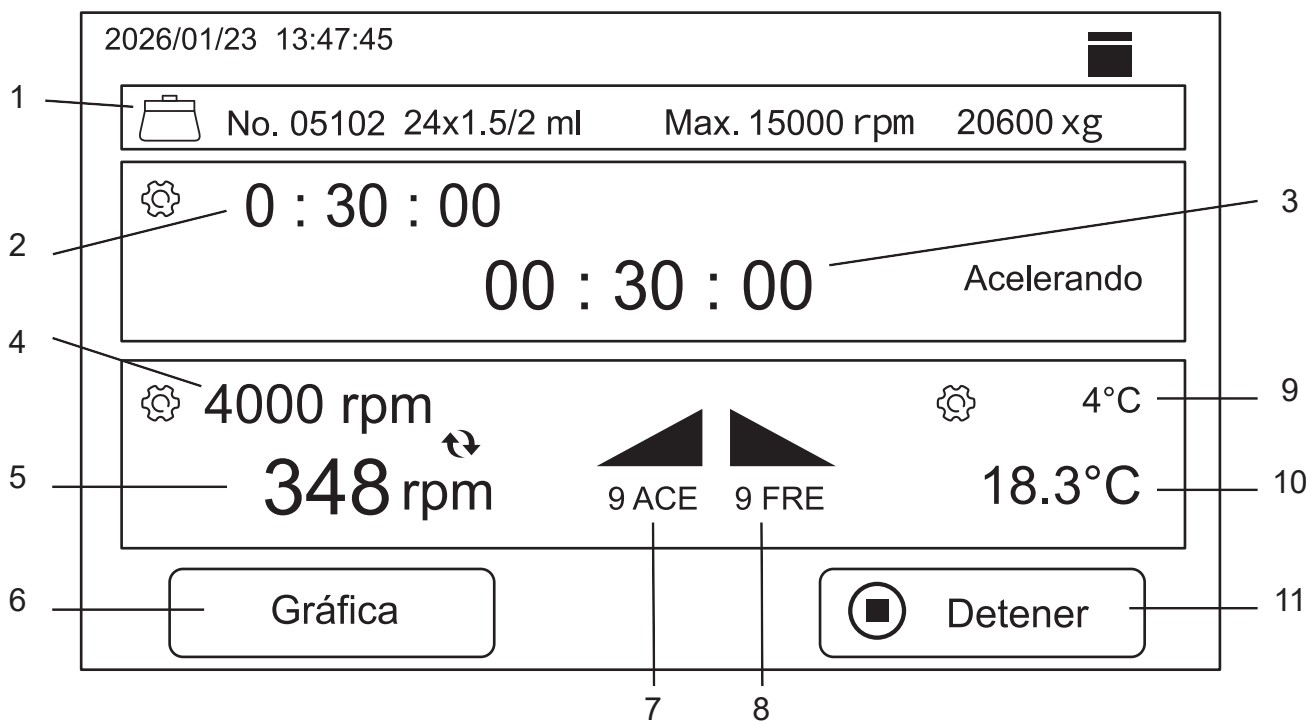

Figura 5.
• Tras configurar los parámetros, al pulsar el botón de “**Iniciar**”, la pantalla LCD mostrará la interfaz de centrifugación principal, como se muestra en la Figura 5.